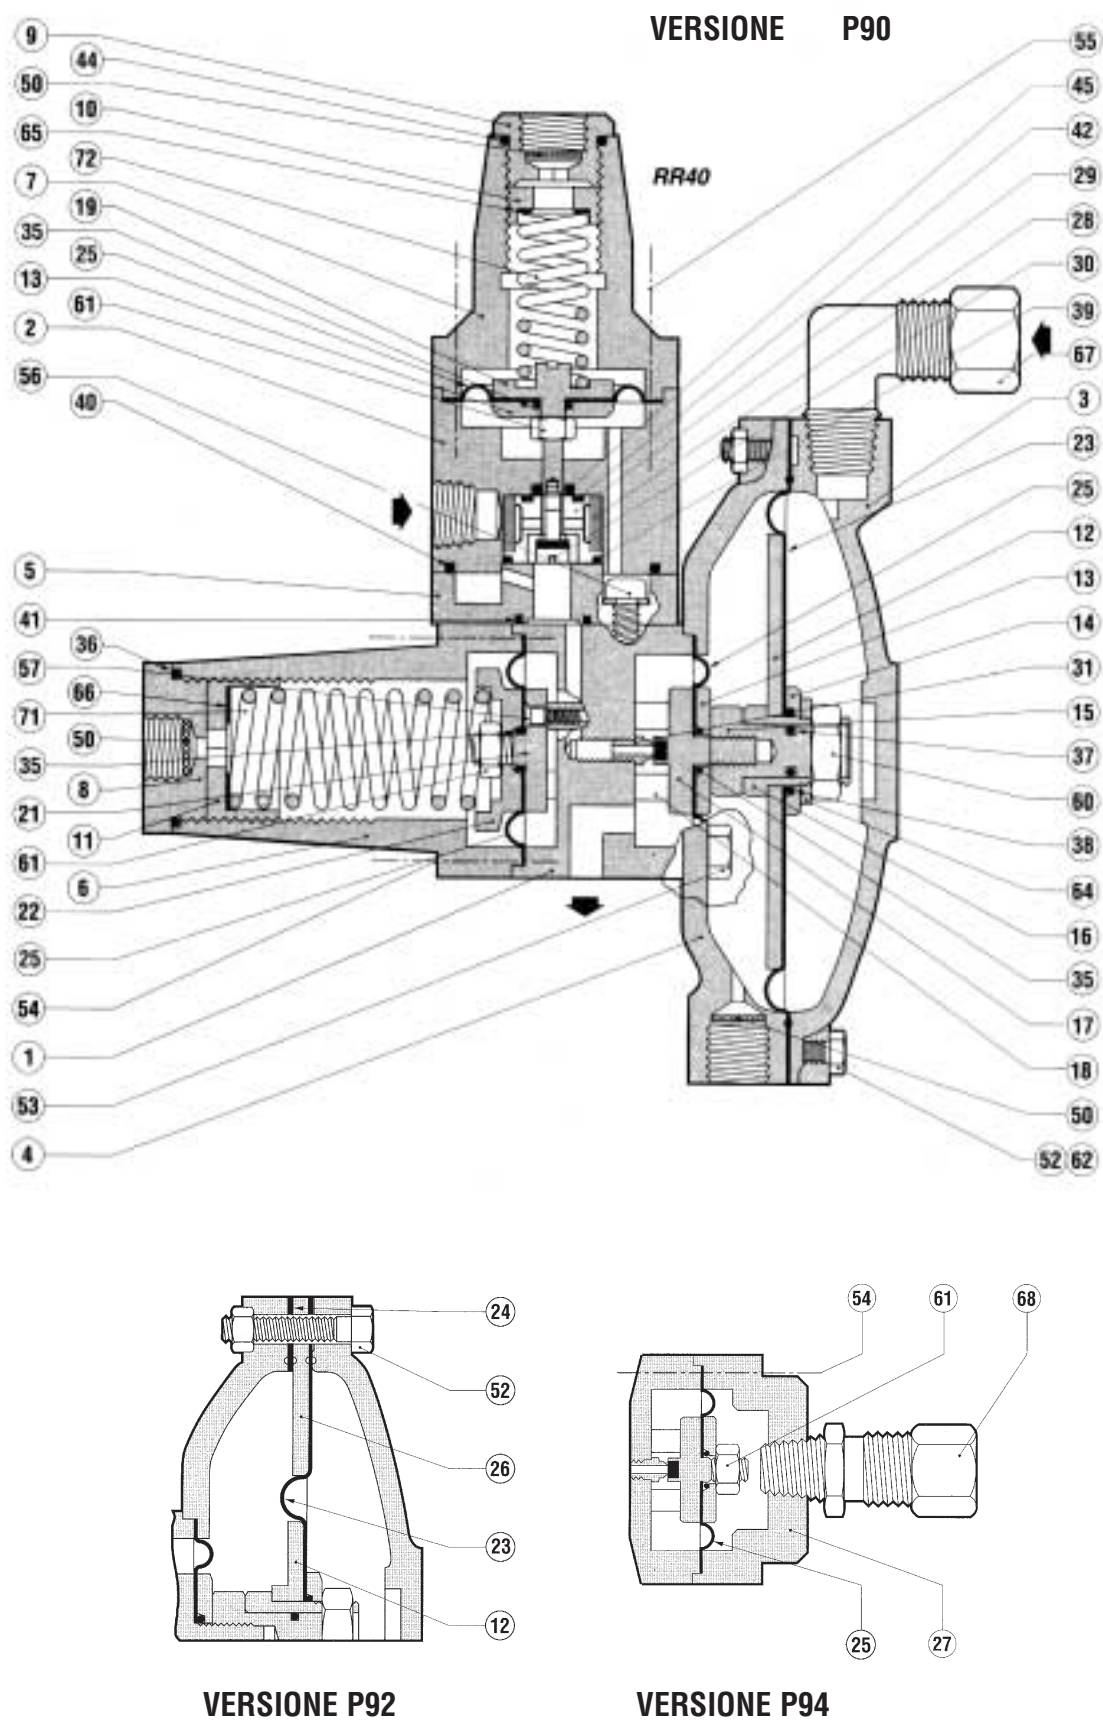

Fig. 21
- 5) Separare il gruppo pilota-preriduttore dal regolatore allentando il raccordo (68) (fig. 21).
PILOTA P...+ PRERIDUTTORE RR40 (FIG. 21)